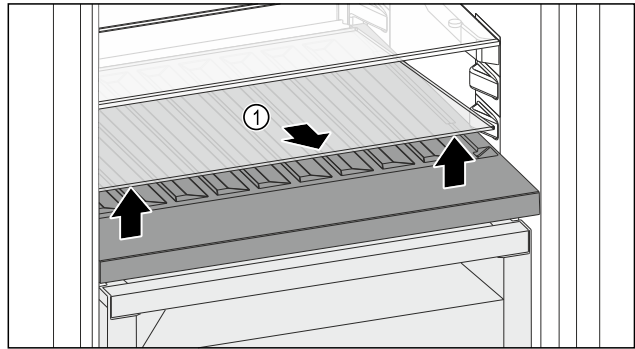

Fig. 156
- Soulever la plaque de verre Fig. 156 (1) au niveau de l'évidement avant et la retirer.
- Entreposer la plaque de verre Fig. 156 (1) dans un endroit sûr hors de l'appareil.